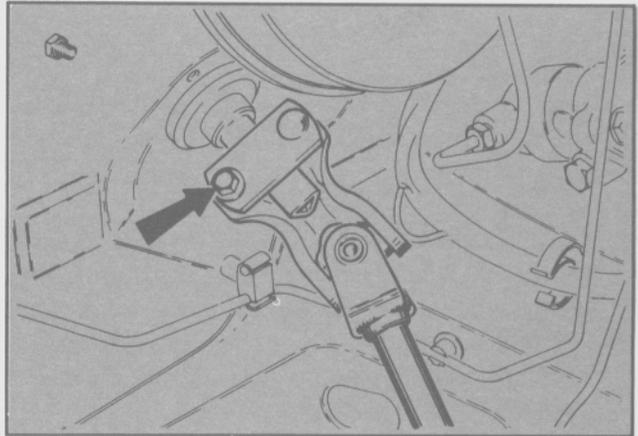

Fig. 65 - Desmontaje de la articulación del árbol de la dirección
- Desconectar la articulación del árbol de la dirección (Fig. 65).